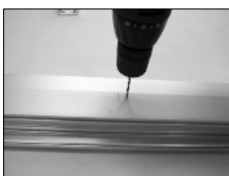

Fig. 2
- B. Coloque el estribo porta-motor en el borde del marco en la parte fija de forma que coincida con la señal de la línea de centro y trace los cuatro orificios de sujeción (Fig. 2).
- B. Coloque el estribo porta-motor en el borde del marco en la parte móvil de forma que coincida con la señal de la línea de centro y trace los cuatro orificios de sujeción (Fig. 2).